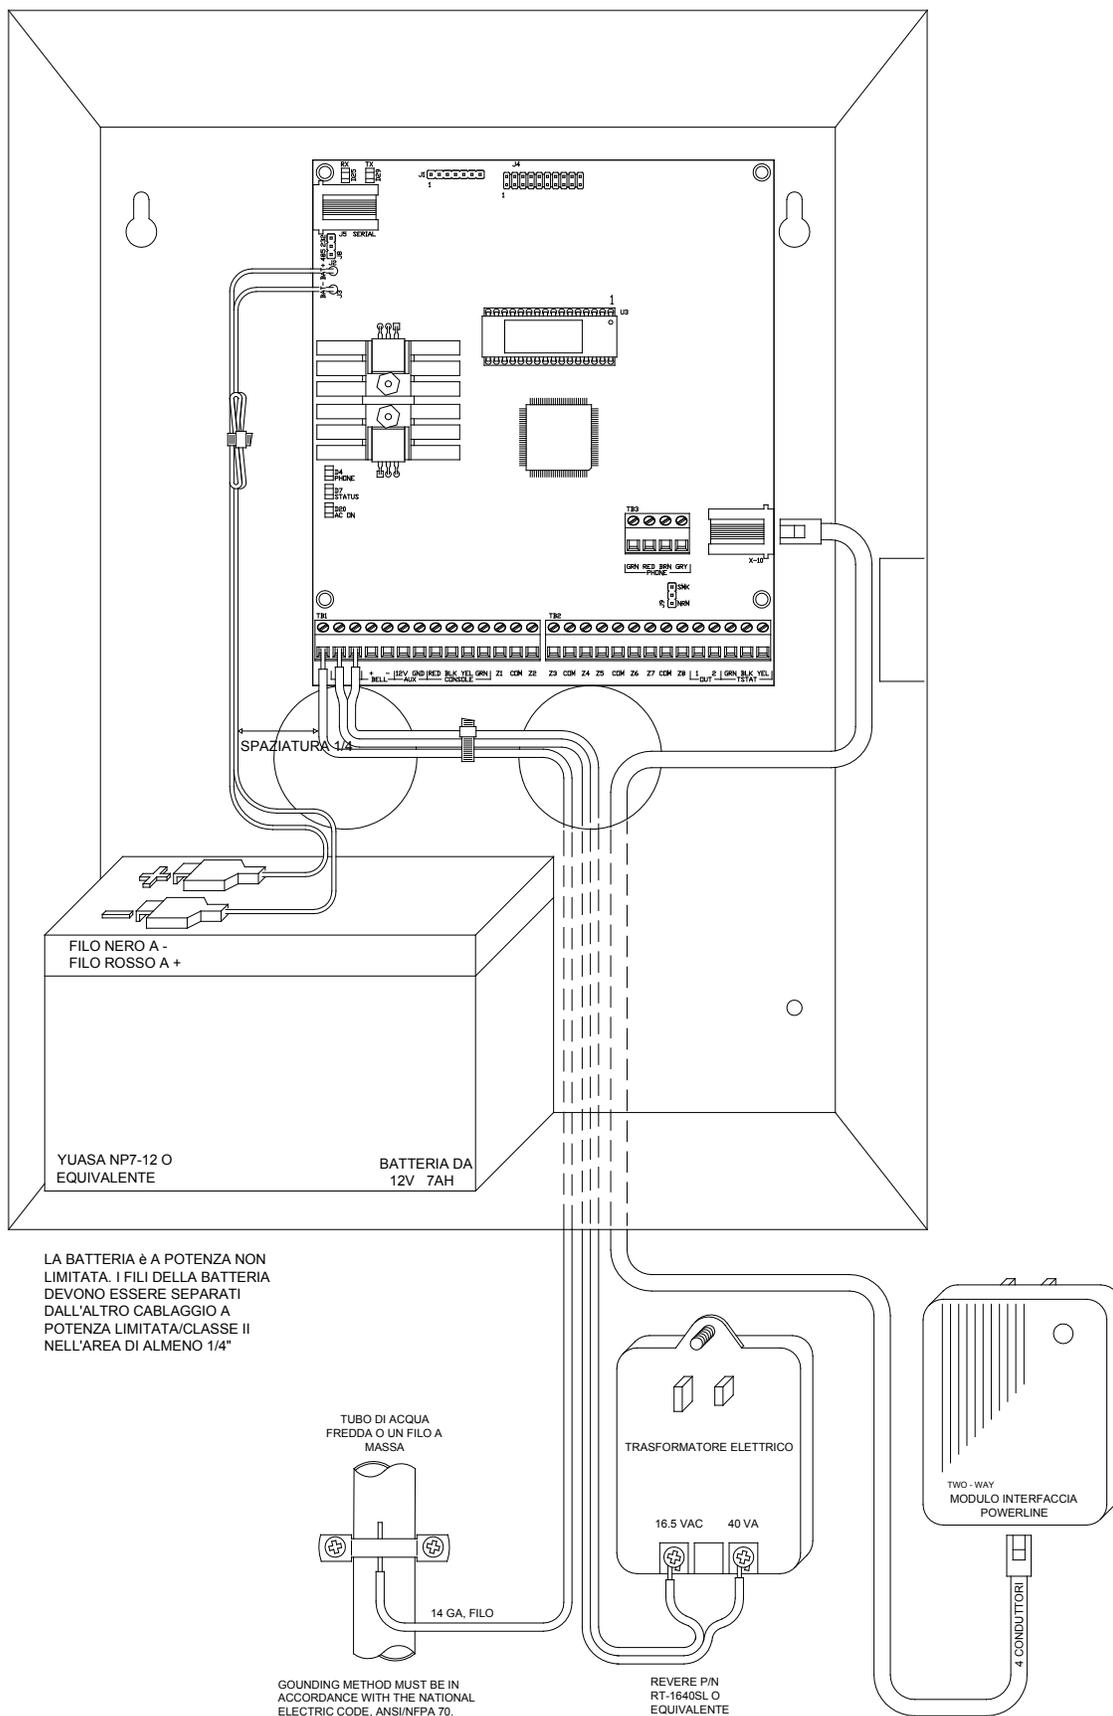

FIGURA 1 – SCHEMA DI MONTAGGIO DELLA CENTRALE
6. Fare riferimento alla **FIGURA 1 (SCHEMA DI MONTAGGIO DELLA CENTRALE)** per questa configurazione.